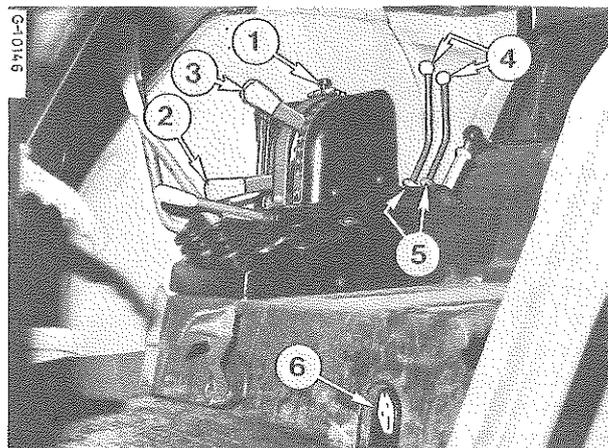

Figure 41 - Commandes de fonctionnement.
Abaissez complètement le levier de contrôle de traction (2) Fig. 41 - pour neutraliser son action. Le contrôle des instruments de culture se fait par le levier de contrôle de position (3) seulement.
Abaissez complètement le levier de contrôle de position (3) Fig. 41 - pour neutraliser son action.
Course du levier de contrôle de traction (2) - Figure 41.
Il est toujours possible d'opérer une correction manuelle en cours de travail. Lorsque la profondeur adéquate est déterminée, déplacez le bouton témoin (1) Fig. 41 - en conséquence pour assurer une profondeur de travail uniforme.
Lorsque les deux leviers de contrôle (2) et (3) Fig. 41 - sont ramenés complètement vers le bas, le système est en position flottante et le contrôle de traction n'agit plus.
La vitesse de descente peut être modifiée à volonté à l'aide de la manette de réglage de descente (6) Fig. 41.